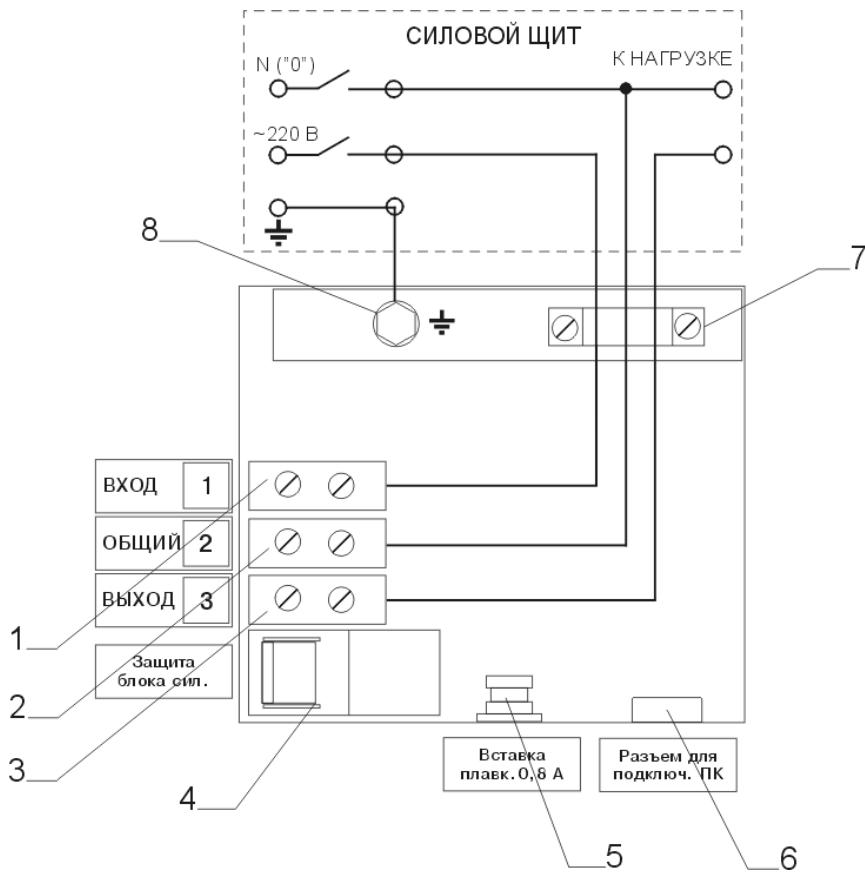

Рис.3. Схема подключения стабилизатора.
XS1 – блок клемм (см.рис.3), QF1 – автоматический выключатель «Сеть»,
6.4 Подключение стабилизатора производить в следующем порядке, в соответствии со схемой (рис.3).